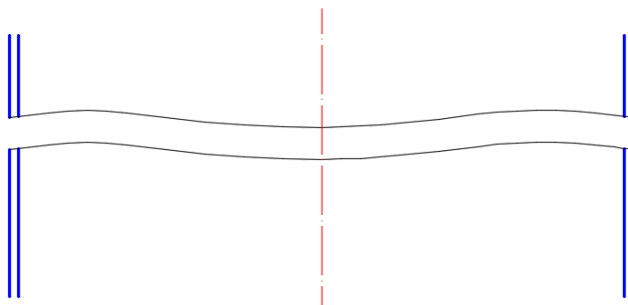

Рис. 93. Выполнение линий разрыва корпуса абсорбера
3.6. Начертить линию обрыва на корпусе абсорбера с помощью команды **Сплайн**. Скопировать ее на расстояние 120 мм с помощью команды **Копировать**. Обрезать лишние линии (см. рис. 93).